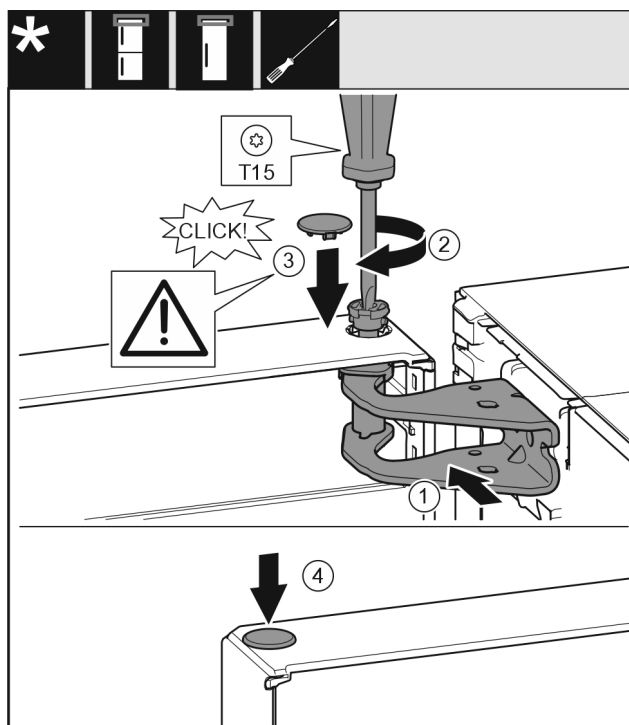

Fig. 19
- ▶ 将门的上方对准托架中的开口。 Fig. 19 (1)
- ▶ 放入螺栓并用 T15 螺丝刀拧紧。 Fig. 19 (2)
- ▶ 安装冰箱门安全装置的安全盖：放入安全盖并检查其是否紧贴在门上。否则，需将螺栓完全插入。 Fig. 19 (3)
- ▶ 放上堵头。 Fig. 19 (4)